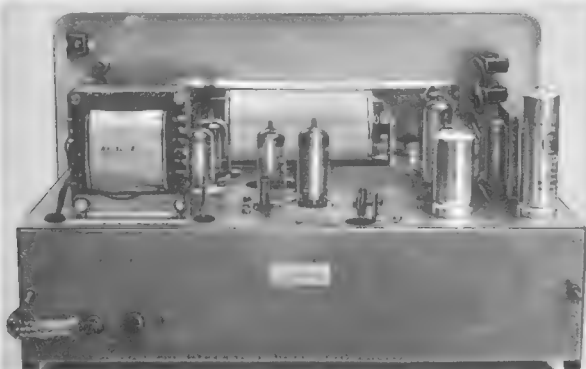

Bild 5. Rückansicht des geöffneten Senders
In der Mischdiodenschaltung M (E) ($2 \times$ RL 32) wird die ausgewählte Harmonische des Eichquarzes mit der Ausgangsfrequenz gemischt. Auf der trommelförmigen Markenfrequenzskala (Bild 5) befindet sich in jedem Teilbereich ein roter Eichstrich, der angibt, daß an dieser Stelle eine Harmonische des Eichquarzes liegt. Durch Verdrehen des Einstellknopfes (Markenkorrektur), mit dem die Induktivität L 1 in kleinen Grenzen verstellbar ist, werden Eichmarke und Meßmarke zur Deckung gebracht. Die Eichung muß bei jeder Umschaltung auf einen anderen Frequenzteilbereich wiederholt werden.